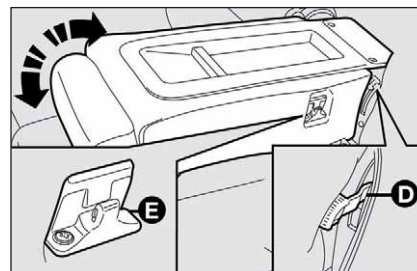

fig. 44
- agire sulla leva **D-fig. 44** (una per lato)
Per riposizionare lo schienale centrale in posizione verticale, agire nuovamente sulla leva **D-fig. 44** (una per lato) e riallinearlo agli schienali posteriori laterali fino ad avvertire l'aggancio di sicurezza dell'apposito gancio di fissaggio **E**.